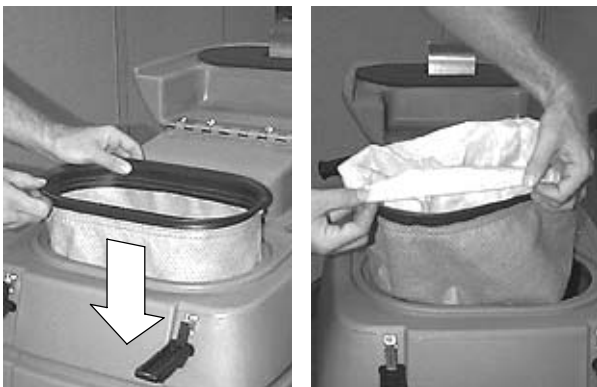

FIG. 11
1. Ouvrez le couvercle d'aspiration de la machine et installez le sac aspirateur en tissu ; veillez à ce que le bord du sac soit correctement posé sur le bord du compartiment (Figure 11).
Pour une élimination aisée des débris et afin de prolonger la durée de vie du sac en tissu, utilisez un sac aspirateur en papier à l'intérieur du sac en tissu. Repliez le sommet du sac en papier autour du bord extérieur du sac en tissu. N'utilisez jamais de sac en papier sans sac en tissu en place. Ne réutilisez pas les sacs en papier, jetez-les toujours (Figure 11)